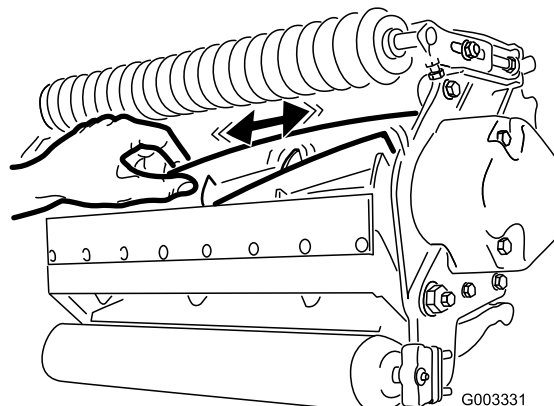

Figure 28
2. Tenez la lame du cylindre avec un gant épais ou un chiffon et essayez de déplacer le cylindre latéralement (Figure 28).